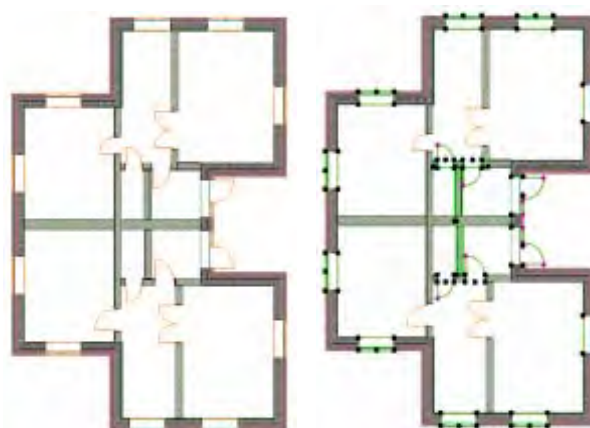

Рис. 68
4. Вставьте на этот этаж элементы из буфера, используя кнопку в меню **Стандарт**  или сочетание клавиш **[Ctrl] + [V]** (рис. 68). Элементы появляются на плане этажа, окруженные бегущей рамкой. В этот момент можно переместить или повернуть их. В данном случае надо удалить все наружные окна и двери и некоторые внутренние перегородки вместе с дверями.